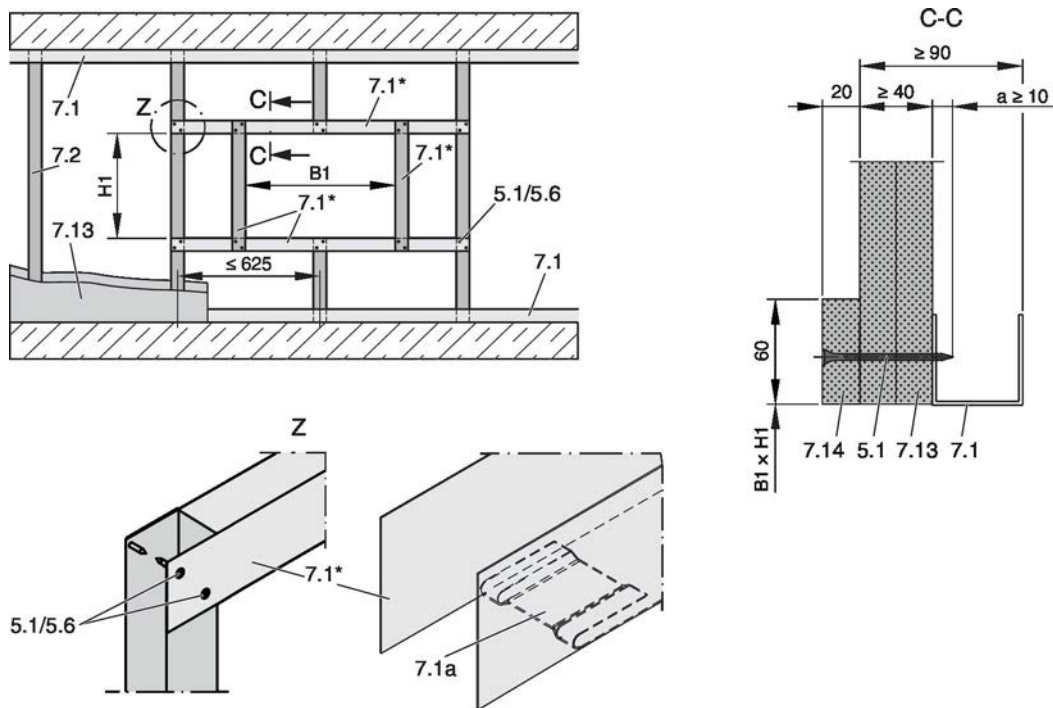

Abb. 56: Schachtwand mit Metallständer und einseitiger Beplankung
- ▶ Leichtbauwand nach Herstellerangaben errichten und Einbauöffnung mit Aufdoppelung und ggf. Laibung (gemäß Einbaudetail) herstellen Abb. 56.
1. ▶ Leichtbauwand nach Herstellerangaben errichten und Einbauöffnung mit Aufdoppelung herstellen Abb. 56.